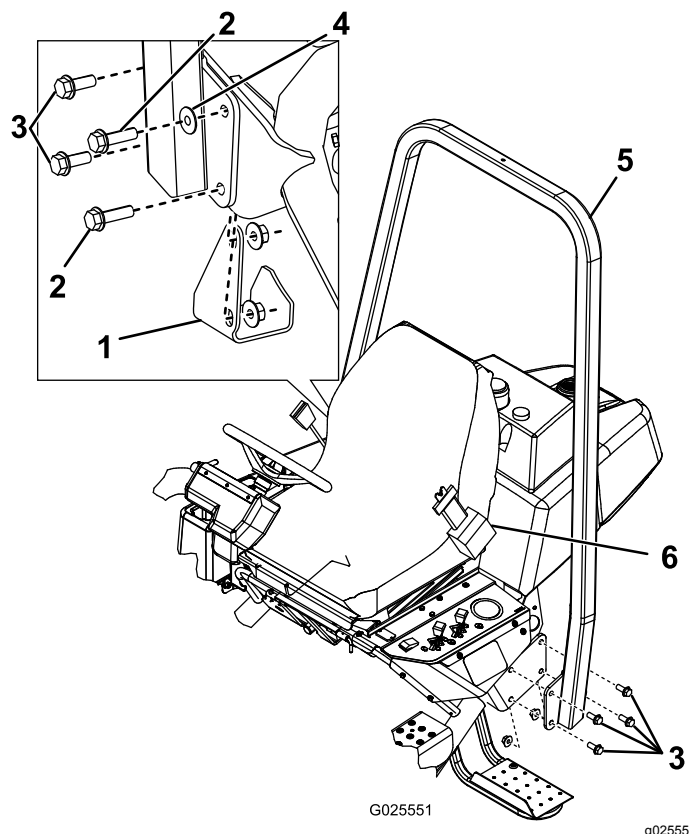

図 6
2. ROPS フレーム 図 6 を取り付けブラケットの上に置いて取り付け穴をそろえる。
3. ROPSの左側を取り付けブラケットに固定するボルト $\frac{1}{2}$ " x $1\frac{1}{2}$ "4本とロックナットを使用する 図 6。91-115 N·m67-85 ft-lb = 9.3-11.7 kg.mにトルク締めする。
4. ROPSバーの右側、および先ほど取り外したジャッキパッドを、取り付けブラケットに固定するボルト $\frac{1}{2}$ " x $1\frac{1}{2}$ "2本、ボルト $\frac{1}{2}$ " x $1\frac{3}{4}$ "2本、ワッシャ1枚とロックナットを使用し、図 6 に示すように取り付ける。91-115 N·m67-85 ft-lb = 9.3-11.7 kg.mにトルク締めする。
重要ワッシャが図 6 に示す位置に間違いなく取り付けられていることを確認してください。